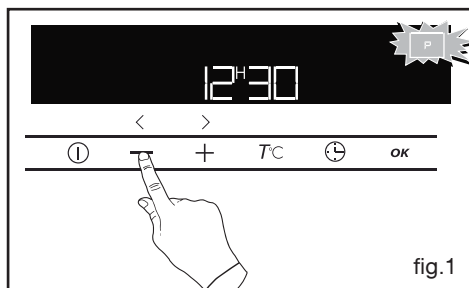

fig.1
Puis appuyez une fois sur la touche - pour obtenir le symbole "P" clignotant dans l'afficheur (fig.1).
- Appuyez 1 fois sur la touche  $\ominus$  pour faire clignoter l'indicateur de fin de cuisson (fig 1).